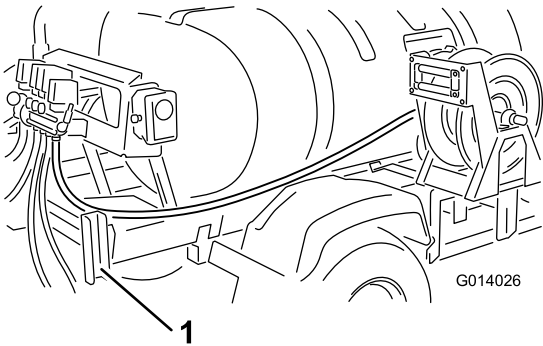

Figura 12
- 6. Pase la manguera hacia atrás por el bastidor del patín del depósito, por dentro del guardabarros trasero derecho y por dentro del perfil de soporte del brazo (Figura 12).
- 7. Pase la manguera alrededor del bastidor de montaje hasta la válvula del carrete de la manguera instalada anteriormente (Figura 12).